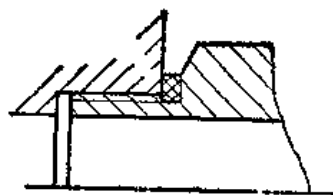

图6-1-20 平螺纹管接头
④ 金属零件与平垫圈相接触的端面，必须垂直于其轴心线，并要求平整无径向划伤缺陷。
⑤ 拧紧法兰盘上四个螺母时，要对角拧紧，施力均匀，逐步上紧，使其紧密无缝。
2) 平螺纹管接头 在压铸机上广泛采用的如图6-1-20所示的平螺纹管接头，这种管接头是依靠垫圈来防止泄漏的，但应注意如下几点：